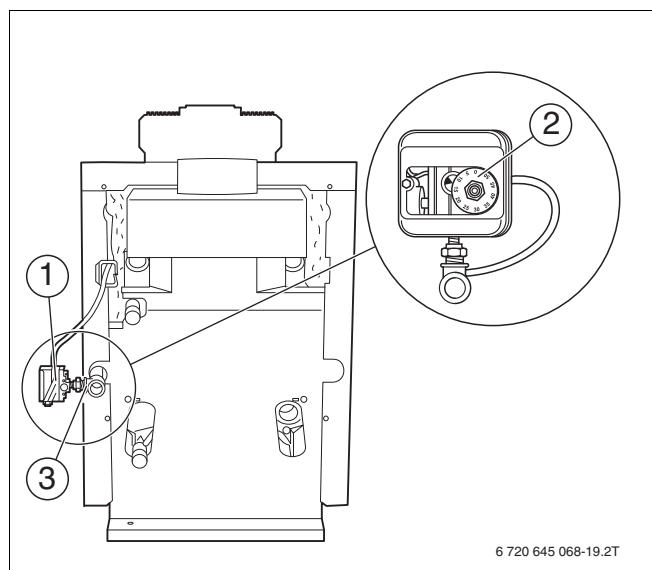

Рис. 20 Подключение газа
- Без натяжения подключить газопровод к газовому вводу котла (Рис. 20, **поз. 2**).
- Для сжиженного газа установить через переходник, поставляемый с деталями для перенастройки, прибор контроля давления газа (Рис. 20, **поз. 1**) непосредственно на штуцер подключения газа (Рис. 20, **поз. 2**) отопительного котла так, чтобы регулировочный диск был направлен вверх или наружу.